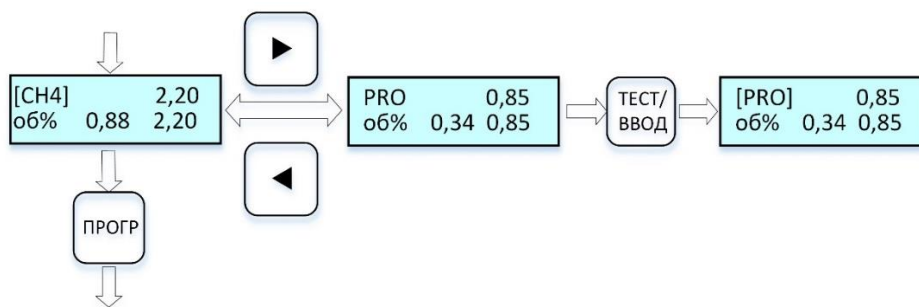

Рисунок 9 – Циклограмма выводимых сообщений на дисплей при выборе газа
2.6.5.5 Для **выбора наименования (обозначения) газа** выполнить действия по п. 2.6.5.1 (при необходимости), далее по циклограмме рис. 9.